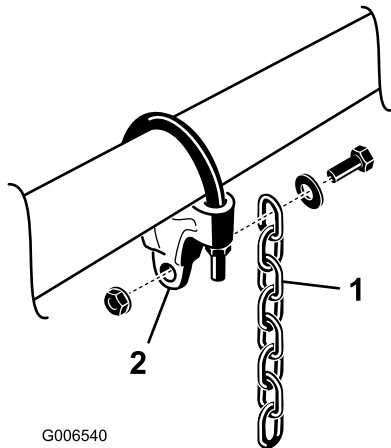

Bild 8
7. Befestigen Sie eine Hubkette mit einer Schraube, Scheibe und Mutter an jeder Kettenhalterung und positionieren Sie sie, wie in Bild 8 abgebildet.